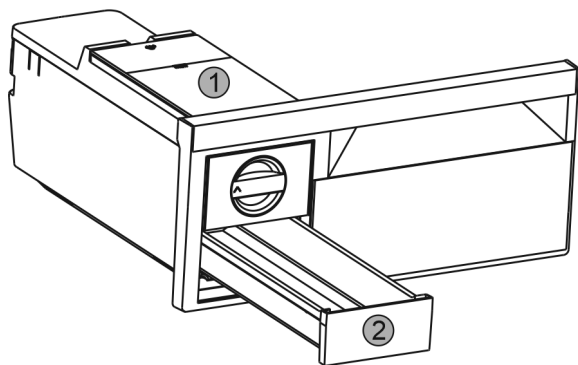

Fig. 47
- ▶ Wyjąć zbiornik wody Fig. 47 (1) i szufladę na kostki lodu Fig. 47 (2).